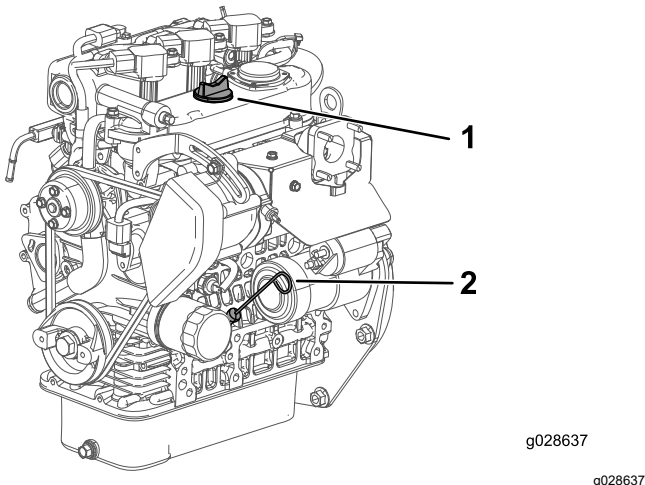

Figura 35
4. Scoateți joja și tergeți-o cu o lavetă curată (Figura 35).
5. Introduceți joja în tub și asigurați-vă că este introdusă complet (Figura 35).
6. Scoateți joja de ulei și verificați nivelul uleiului (Figura 35).
7. Dacă nivelul uleiului este scăzut, scoateți capacul buonului (Figura 35) și adăugați suficient ulei pentru a ridica nivelul la marcajul Full (Plin) de pe joja.
8. Instalați joja ferm (Figura 35).